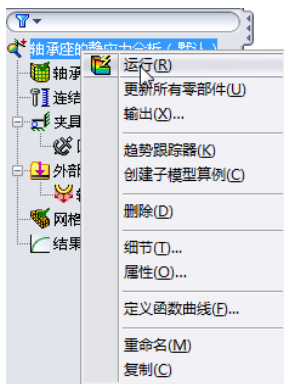
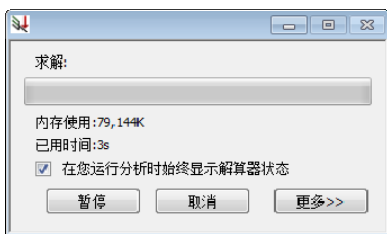

图 14-77 【运行】命令
图 14-78 求解进度条
- 01 在算例树图中，单击选中算例标题，然后单击鼠标右键，展开菜单如图 14-77 所示，选择【运行】命令，系统开始求解，并显示求解进度，如图 14-78 所示。